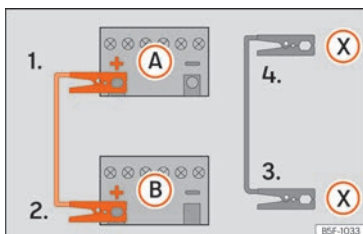

Fig. 44 Esquema de ligação para veículos com sistema Start/Stop.
- 4b. *Nos veículos com sistema Start-Stop:* ligue uma extremidade do cabo auxiliar de arranque **preto** (X) a um terminal de massa adequado, a uma peça de metal maciça que esteja aparafusada ao bloco do motor ou ao próprio bloco do motor » » Fig. 44.
5. Ligue a outra extremidade do cabo **preto** de emergência (X), no veículo com a bateria descarregada, a uma peça de metal maciça que esteja aparafusada ao bloco do motor ou ao próprio bloco do motor, mas o mais afastado possível da bateria (A).